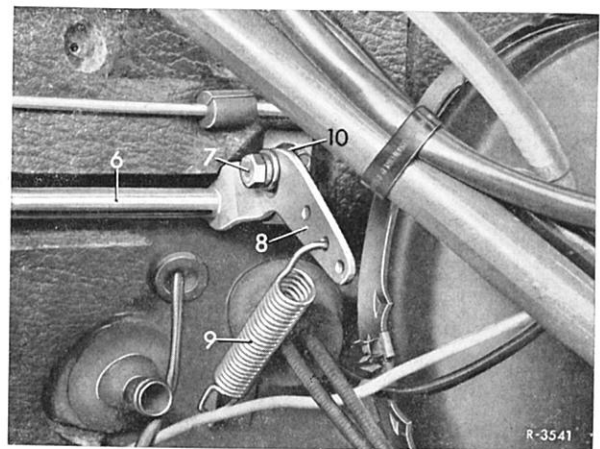

Bild 30-1/2
4 Die Regulierwelle (6) mit rechtem Lager (4) nach rechts aus dem Pedalhebel (10) und dem linken Lager herausziehen und nach oben herausnehmen (Bild 30-1/1 und 2).